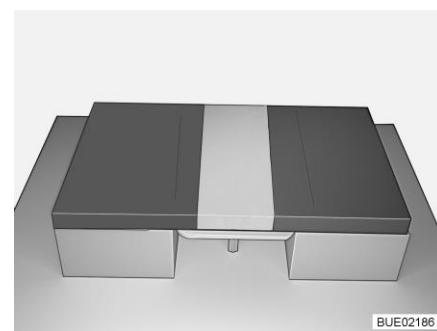

Fig. 106 Dopo la trasformazione
- Posizionare un cuscino dello schienale tra il cuscino del divano e il tavolo (vedi Fig. 106).